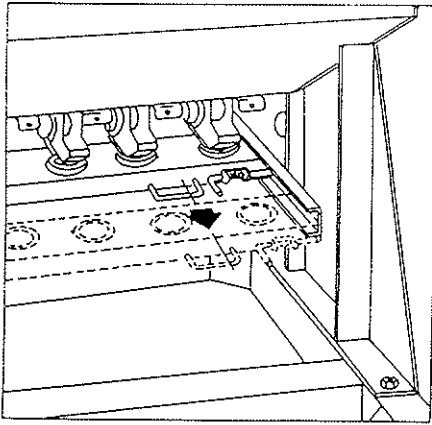

Fig. 1
**UNO.-** Paso estrecho, espolones pequeños para semillas finas (Fig. 1).
A) Modificar la apertura inferior de la trampa según el tamaño de la semilla (Fig. 1,2 y 3).
**PRIMERO.-** Deslizar la barra portaboquillas hacia delante, soltando los gatillos que la mantienen en su posición de trabajo, hasta la posición para colocar la bandeja (Fig. 1).